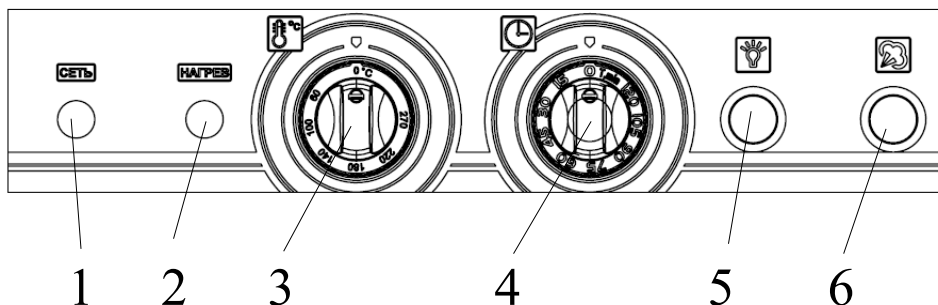

Рис.1
3.12. Панель управления представлена на рис.1